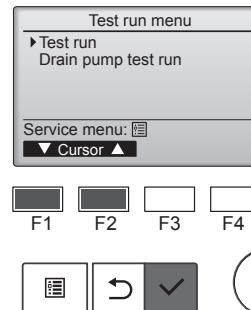

Fig. 7-2
- Välj "Test run" (Testkörning) från menyn Testkörning och tryck på [VÄLJ]. (Fig. 7-2)